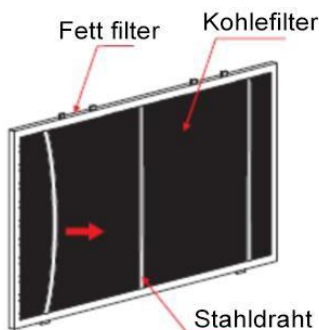

Bild 1
2. Îndepărtați sârma de oțel cu grosimea corespunzătoare, conform fig. 1.